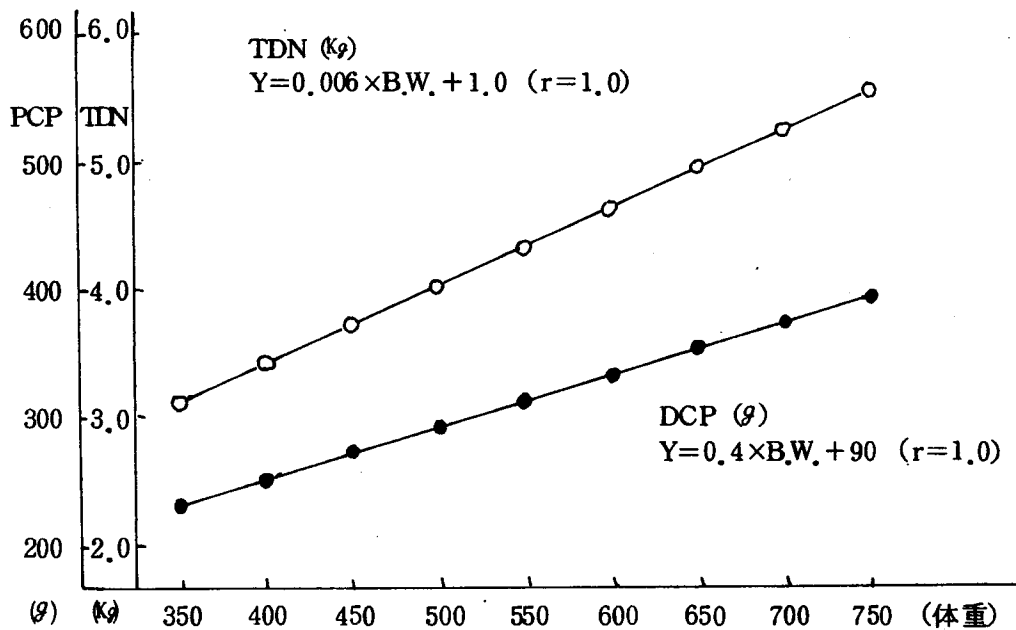

図1 DCP、TDN要求量 (成牛維持)
- 1) 電卓利用の長所：①計算が早い事 ②飼料成分の内容を記憶させておく事により、飼養標準表、飼料成分表を検索する手間が省ける。(表5)
- 2) 各養分要求量(DCP、TDN、(a、p))はプログラムステップ数節約のために直線、曲線回帰により推定することとした。(表1~4、図1~4)